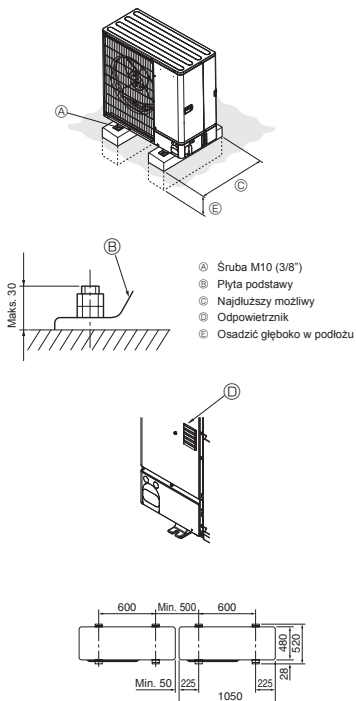

Fig. 3-1
- Upewnić się, że urządzenie jest umieszczone na solidnym, równym podłożu, chroniącym przed powstawaniem odgłosu klekotania podczas pracy. (Fig. 3-1)